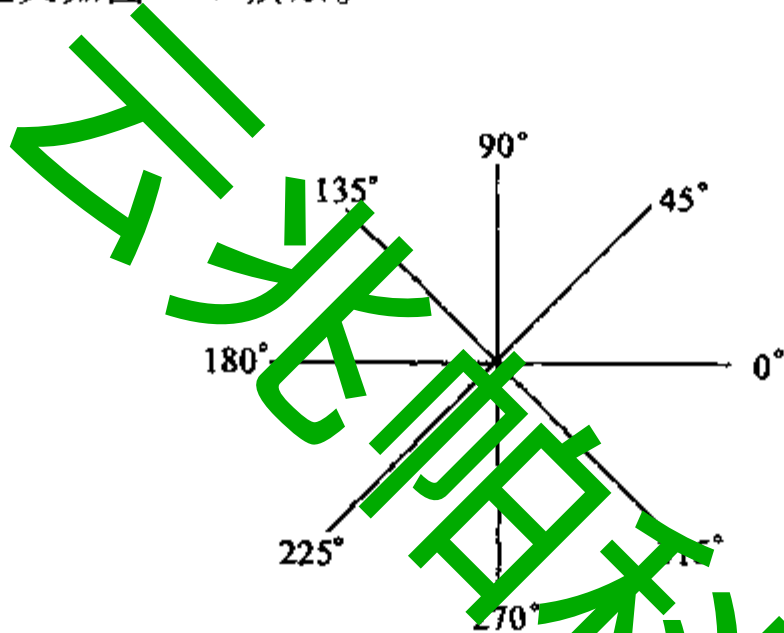

图 2-12 AutoCAD 系统角度的定义
(3)相对极坐标法:选择绘图(Draw)工具条中的“直线(Line)”工具,在文本窗口提示下在屏幕上拾取起点,文本窗口接着提示指定下一点时输入:@30<90,表示下一点相对上一个点的直线距离为30,其直线与X轴之间的夹角为90°。AutoCAD系统中直线的与X轴正向之间夹角的定义如图2-12所示。